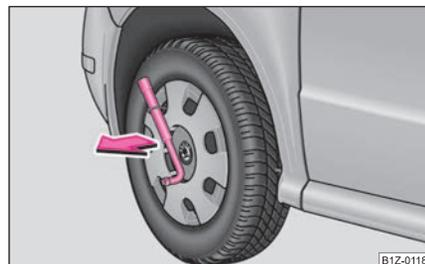

Abb. 155 Radvollblende ausbauen
- Schieben Sie den Radschlüssel durch den Bügel, stützen Sie den Radschlüssel an dem Reifen ab und ziehen Sie die Blende ab ⇒ Abb. 155. ▶